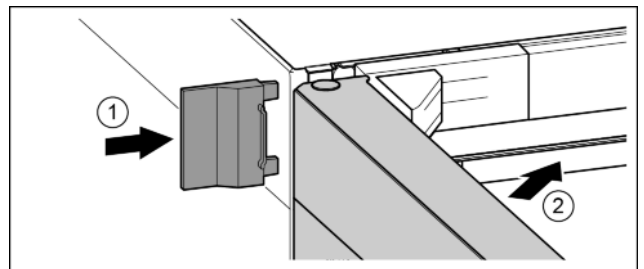

Fig. 25
- ▶ Насуньте зовнішню кришку. *Fig. 25 (1)*
- ▶ Закрийте верхні дверцята. *Fig. 25 (2)*